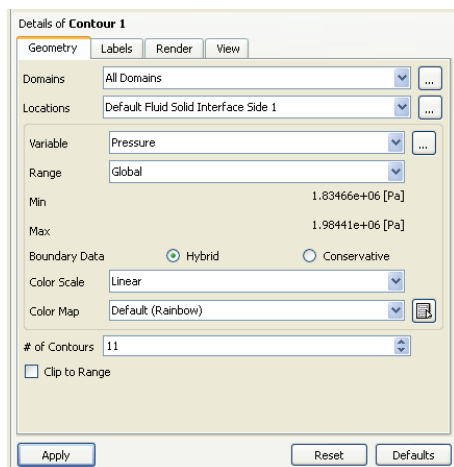
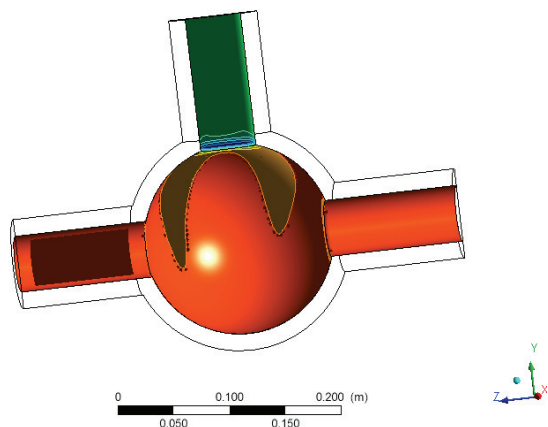

图 24-20 压力分布查看设置
图 24-21 压力分布图
- 2) 单击工具栏中的 Contour 按钮, 在弹出的窗口中单击 OK 按钮创建 Contour 1 对象。在细节窗口设置如图 24-20 所示, 单击 Apply 按钮确认。得到的图形如图 24-21 所示。